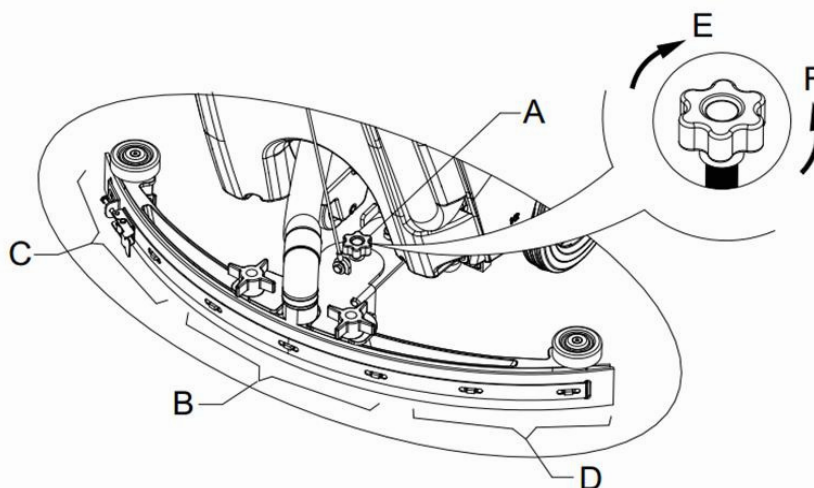

Figura 9
10. Regolare il tergipavimento per mezzo della manopola di regolazione (A) del tergipavimento (vd. Figura 9).